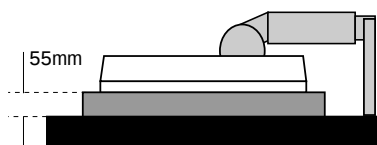

Abbildung S.1
3. Legen Sie den Monitor auf eine nicht kratzende Unterlage. (Legen Sie den Bildschirm auf eine 55 mm hohe Platte, so daß der Fuß parallel zur Oberfläche liegt.) (Abbildung. S.1)